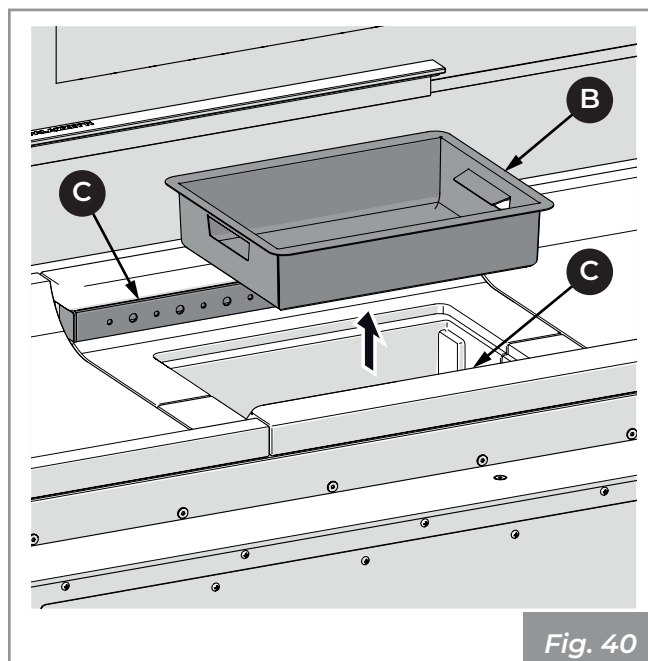

Fig. 40
- 2) Extraer el cajón de cenizas (B) de la base y aspirar la ceniza eventual depositada en los compartimientos subyacentes (Fig. 40).
- 3) Aspirar los orificios delanteros y traseros (C) del distribuidor de aire comburente para evitar acumulaciones de cenizas (Fig. 40).